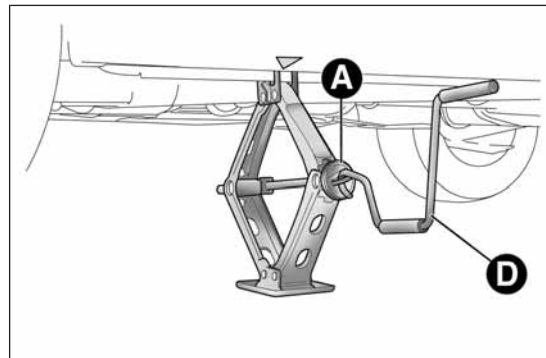
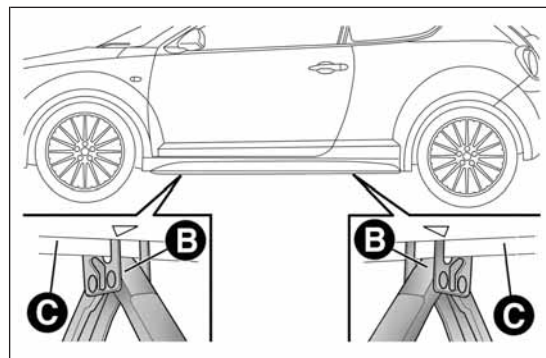

fig. 121
fig. 122
- ❑ accionar el dispositivo A fig. 121 para extender el gato, hasta que la parte superior B fig. 122 se introduzca correctamente en el larguero C;
- ❑ introducir la manivela D fig. 121 en el alojamiento del dispositivo A, accionar el gato y levantar el vehículo, hasta que la rueda se levante del suelo unos centímetros;
- ❑ accionar la manivela D fig. 121 del gato para salir el vehículo. A continuación, extraer el gato;